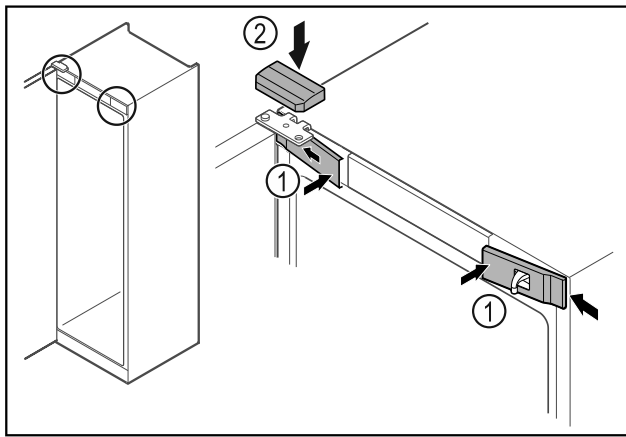

Fig. 45
- ▶ Accrocher les caches avant Fig. 45 (1) par les côtés et les enclencher.
- ▶ Insérer le cache supérieur Fig. 45 (2) par le haut.